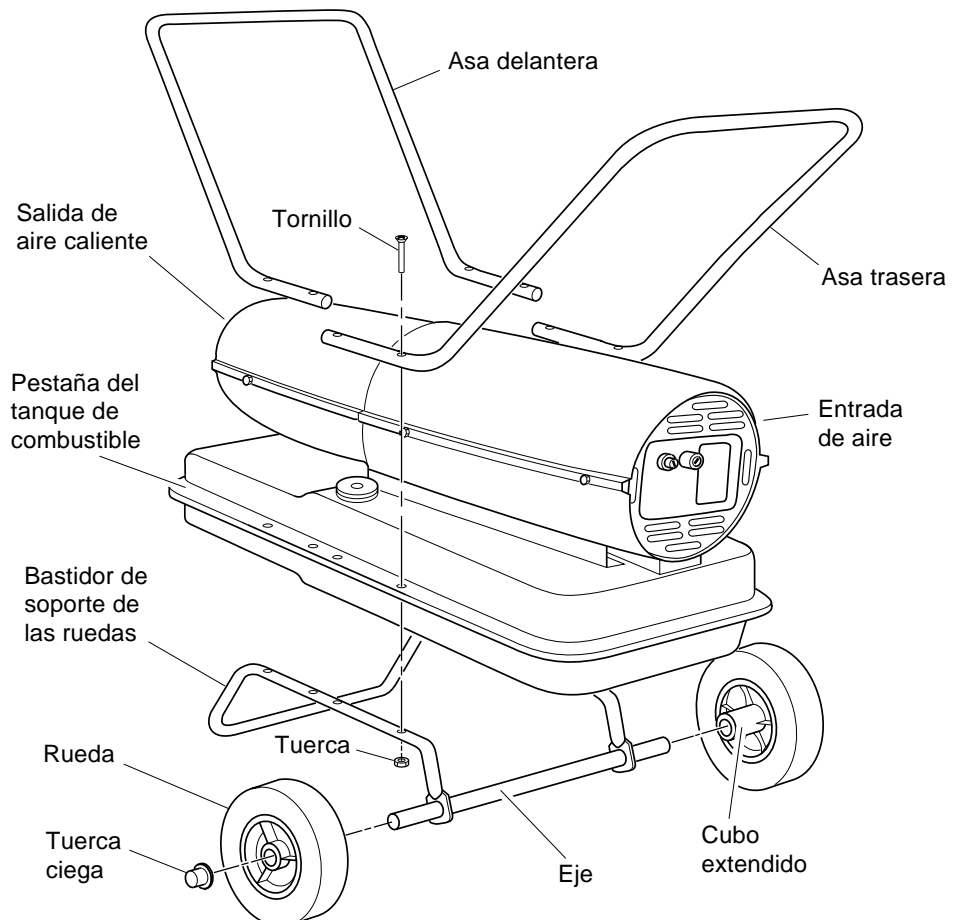

Figura 4 - Conjunto de ruedas y asas, sólo modelos de 26,4/44 kW (90/150,000 Btu/hr)
1. Deslice el eje a través del bastidor de soporte de las ruedas. Instale las ruedas en el eje. **IMPORTANTE:** Al instalar las ruedas, oriente el cubo extendido de las ruedas hacia el bastidor de soporte de las ruedas (vea la Figura 4).